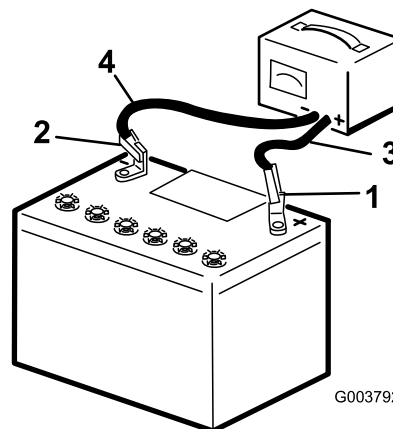

Figura 39
2. Caricate la batteria per 10 o 15 minuti a 25 – 30 A o 30 minuti a 4 – 6 A (Figura 39). Non sovraccaricate.
3. Quando la batteria è completamente carica, staccate il caricabatterie dalla presa elettrica e scollegate i cavi di ricarica dai poli della batteria (Figura 39).